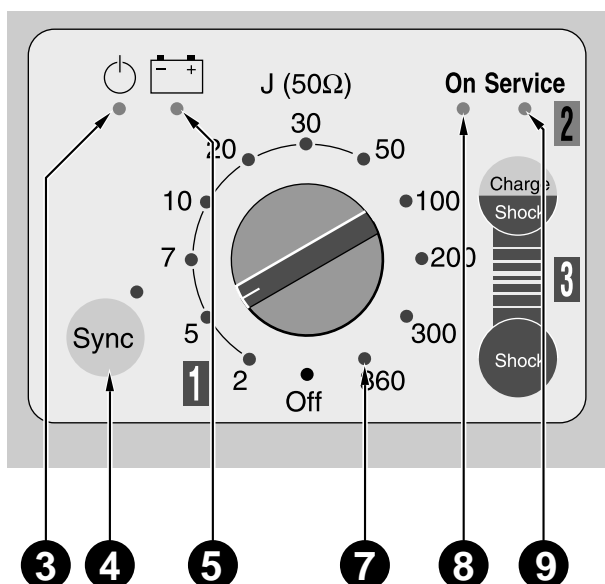

Bild 4-1. Kontrolllampen am **Marquette Hellige-Responder 1100**
- * Achten Sie darauf, daß die Kontrolllampe (3) leuchtet (Bild 4-1).